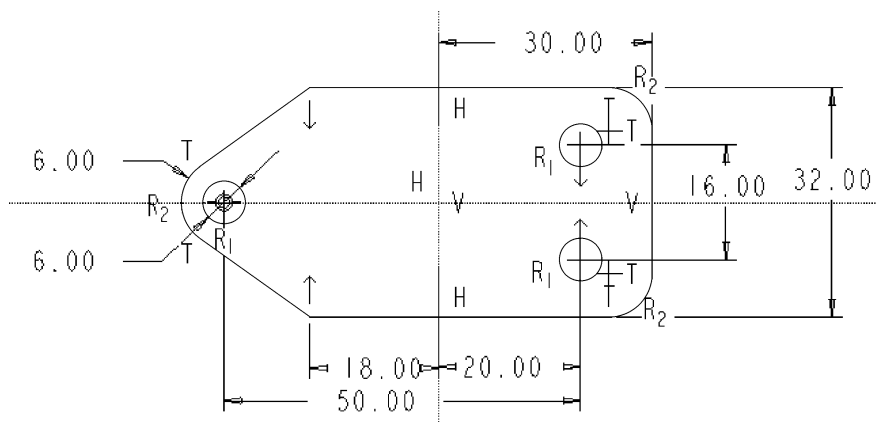

图 3-124 草绘练习 5
(5) 草绘如图 3-124 所示的图形, 并将所有尺寸加强。